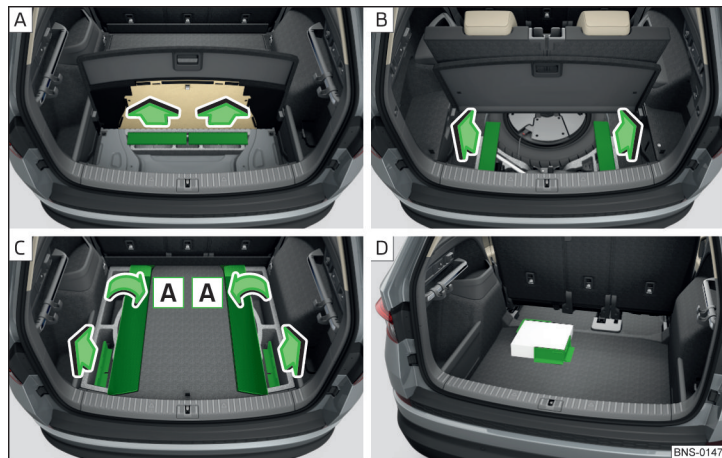

Fig. 153 Detașarea: Varianta 1/varianta 2/varianta 3/exemplu de fixare a încărcăturii
- » Înainte de utilizare, scoateți elementele Cargo în sensul săgeților » fig. 153 - [A], [B], [C].
- » Pentru accesul la elementele Cargo în cazul variantei 3, rabatați mai întâi părțile laterale ale mochetei în sensul săgeților [A] » fig. 153 - [C].
- » Fixați încărcătura prin intermediul elementelor Cargo pe cât posibil în apropierea locurilor din spate » fig. 153 - [D].